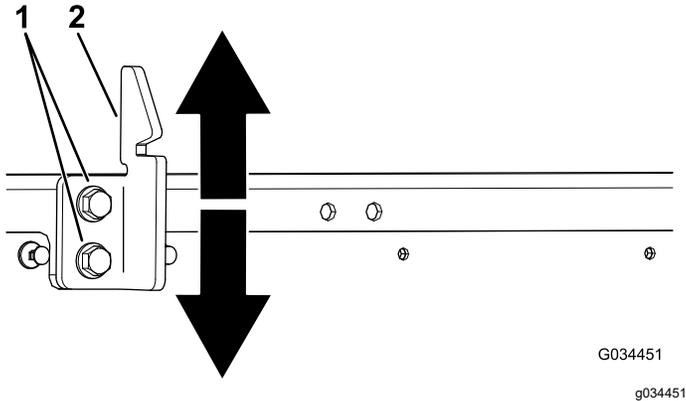

図 65
3. 荷台のラッチストライカのボルト2本をゆるめて、ストライカの上下位置を調整する **図 65**。
4. ラッチストライカのボルト2本を締め付ける **図 65**。